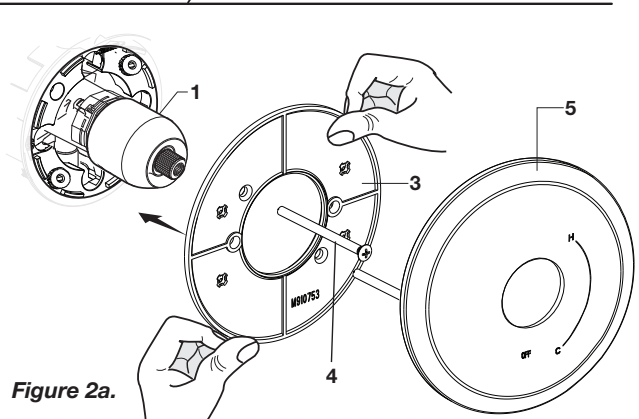

Figure 2a.
- **Figure 2a.** Enfoncer la PLAQUE DE SUPPORT (3) sur le CAPUCHON (1) et la fixer sur le corps de robinet à l'aide des VIS LONGUES (4).
- **Figure 2a.** Enfoncer la PLAQUE DE FINITION (5) sur la PLAQUE DE SUPPORT (3).